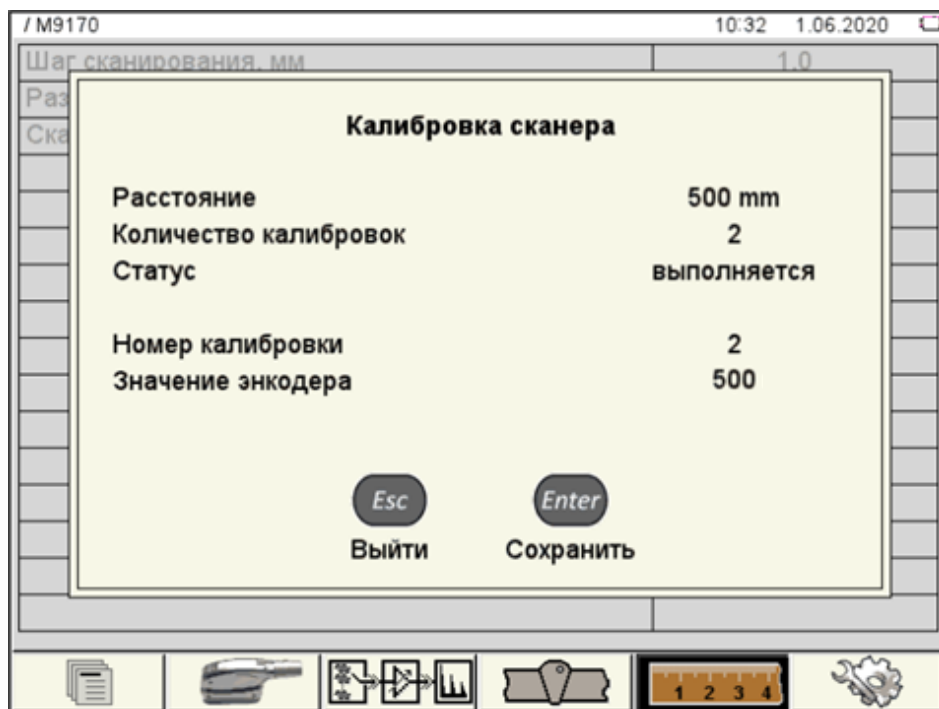

Рисунок 39
– При достижении выбранного количества калибровок нажать клавишу  (Сохранить) (рисунок 39).